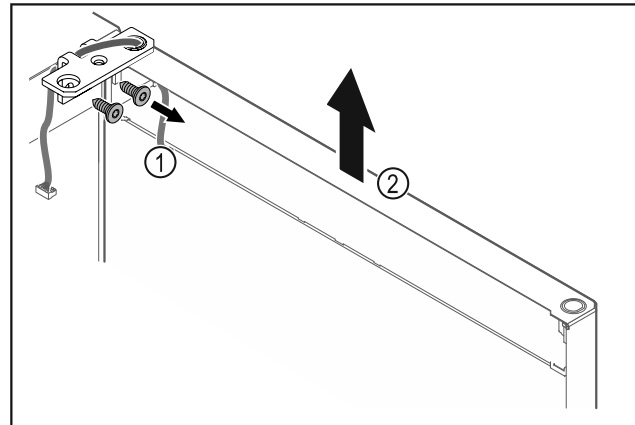

Fig. 22
- ▶ Atsukite šarnyrinį kamputį Fig. 22 (1).
- ▶ Duris, įsk. šarnyrinį kamputį Fig. 22 (2), pakelkite maždaug 200 mm tiesiai į viršų ir nuimkite.